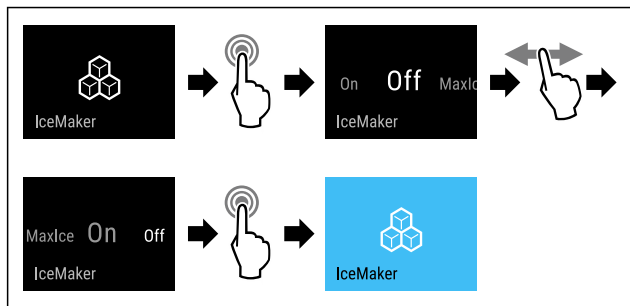

Fig. 16
- ▶ Изпълнете стъпките (виж Fig. 16) .